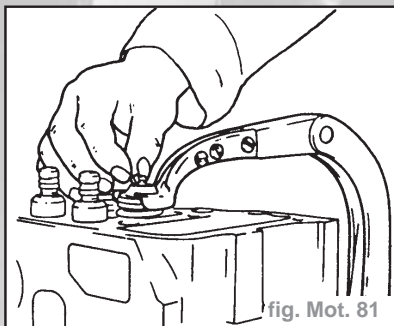

fig. Mot. 81
- Placer les ressorts de soupapes, les têtes de soupapes et ressorts de soupapes en position de montage (fig. Mot. 81).